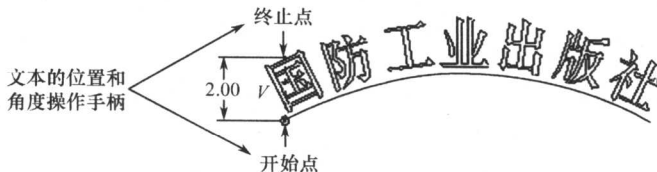

图 2-8 沿曲线放置文本
①字体:从系统提供的字体和 TrueType 字体列表选取。
②长宽比:使用滑动条增大或缩小文本的长宽比。
③斜角:使用滑动条增大或缩小文本的倾斜角度。
④沿曲线放置:单击此复选框,系统提示:选取将要放置文本的曲线,用鼠标左键单击要放置文本的曲线,文本便沿着一条曲线放置,参看图 2-8。